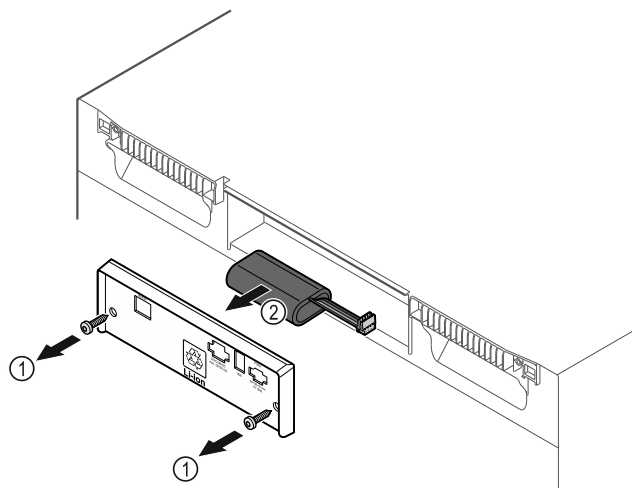

Fig. 235
- ▶ Skru skruerne ud, og fjern afdækningen på bagsiden af apparatet Fig. 235 (1).
- ▶ Tag batteriet af forbindelsen, og tag det ud Fig. 235 (2).